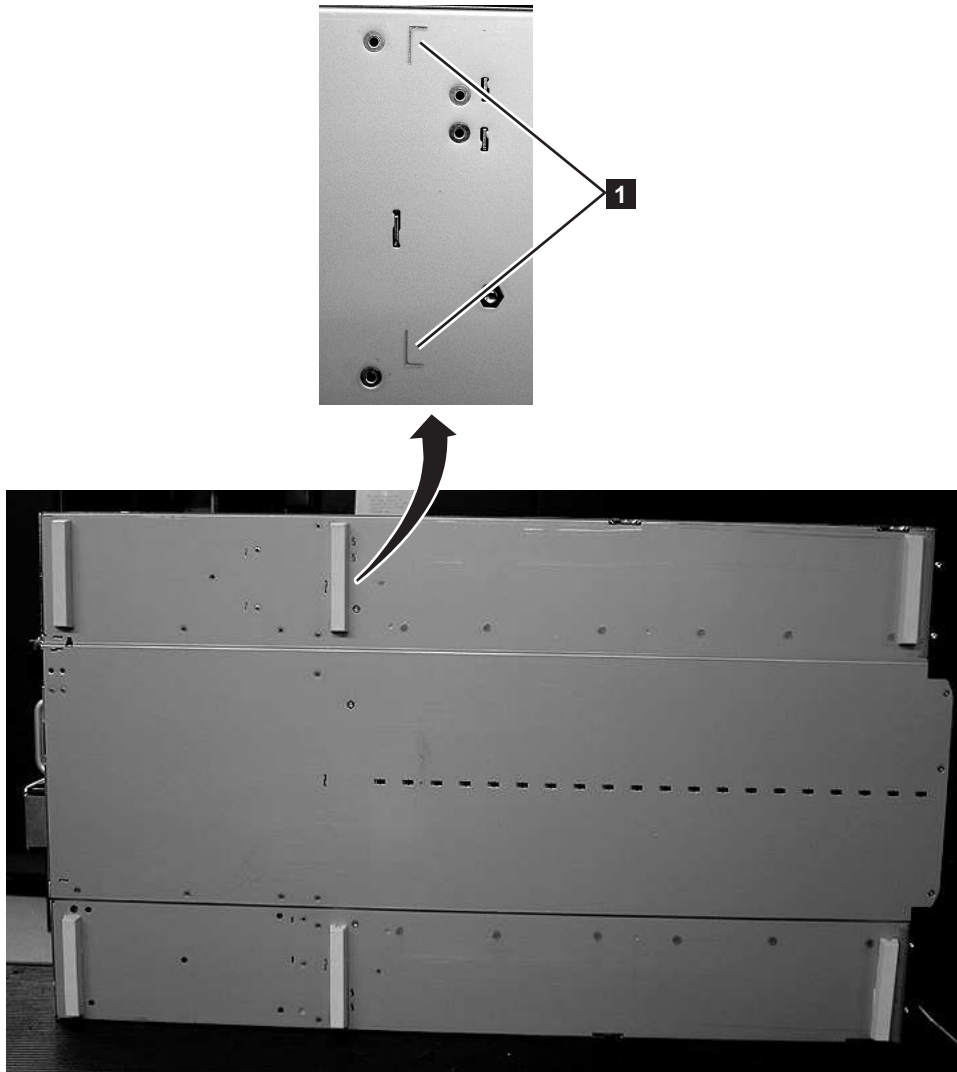

図 148. ライブラリー・エンクロージャーの底面に取り付けられたフット・パッド
- 3) 233 ページの図 148 に示されているように、各フットを 6 つのエリアの 1 つ ( **1** ) に押し込むことにより、フット・パッドをライブラリー・エンクロージャーの底面に取り付けます。